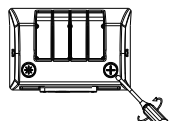

figure 11
- Étape 2 : (figure 11) puis faites glisser l'interrupteur vers le haut et vers le bas pour régler le contrôleur de puissance, le contrôleur de TCP ou le contrôleur de cellule photoélectrique selon vos besoins. (figure 12);